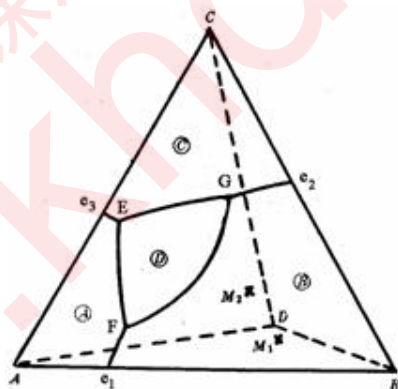

图6-14
6-26 图6-14为一个三元系统相图。根据此图：(1) 判断化合物D的性质，标出图中各边界和界线温降方向并判断界线性质；(2) 判断无变量点E、F、G的性质，并写出相平衡关系式；(2) 写出熔体M₁和M₂的冷却析晶过程；(3) 计算熔体M₂液相刚到结晶结束点时以及结晶结束后的各相含量。